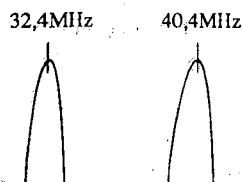

fig. 4
6. Reajustar T204 y T206 hasta obtener un error menor de 30 kHz fig. 4.
2. Tomar lectura en el ⑬ de IC201.
3. Ajustar T201 hasta alinear la marca de 38,9 MHz con la línea de retrazo, según fig. 4.